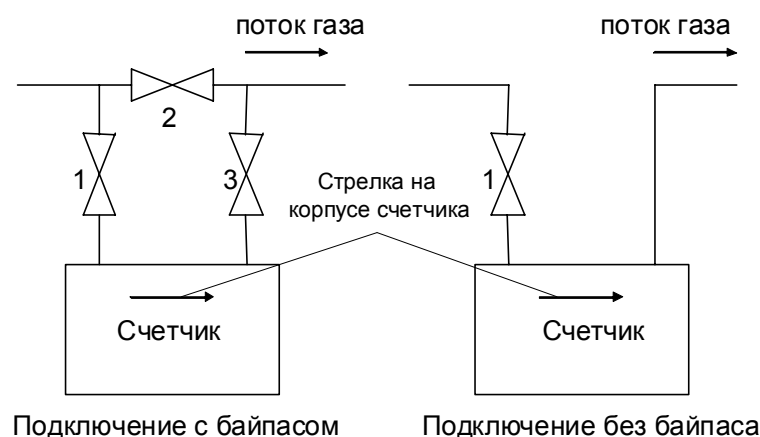

Рис. 1. Установка счетчика
3.4.3. Возможны два варианта подключения счетчика (см. рис. 1): с байпасом и без байпаса.
- 6.1. До начала пуска счетчика все вентили на трубопроводе (см. рис. 1) должны быть закрыты.
6.2. Пуск счетчика без байпаса (см. рис. 1)
6.3. Пуск счетчика с байпасом (см. рис. 1)